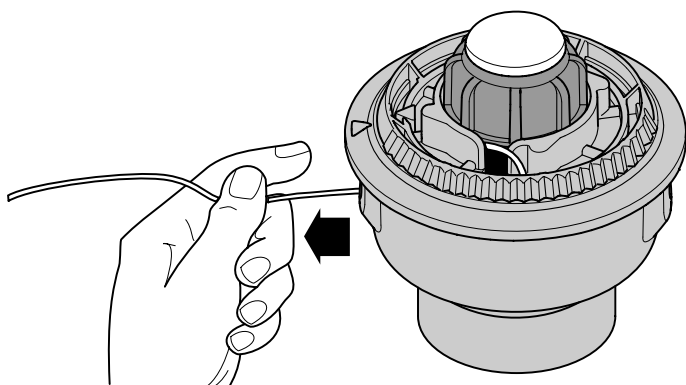

Figure 18
6. Tirez le fil de la bobine extérieure jusqu'à ce qu'il soit bien serré contre le moulinet intérieur (Fig. 18).